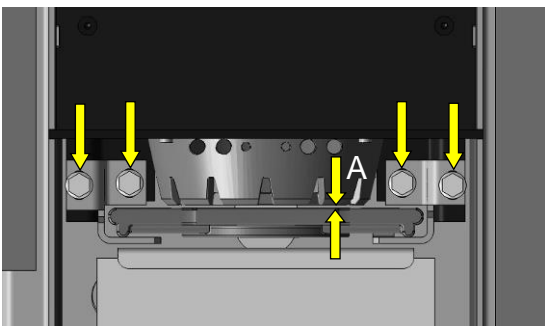

Fig. 79 : distance grille en fonte - pot brûleur
2. Vérifiez la distance verticale (A) entre le pot brûleur et la grille en fonte (Fig. 79). La distance doit être inférieure à 1 mm. Le cas échéant, réglez la fente / distance. À cet effet, desserrez les quatre vis indiquées par les flèches.